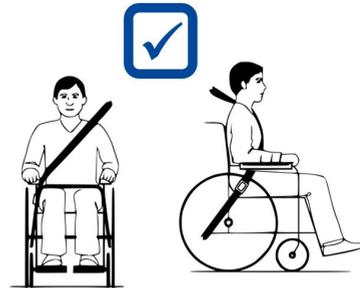

Figura 4
7. Asegurarse de que los cinturones de retención del hombro se ajusten sobre los hombros, véase figura 4